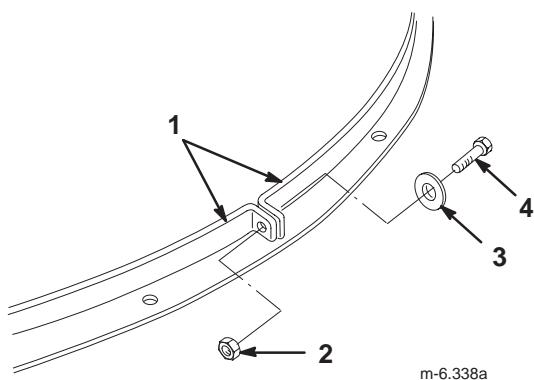

Bild 15
- Entfernen Sie die Schraube, Scheibe und Mutter, mit denen die beiden Riemenenden zusammengehalten werden (Bild 15).
- Verbinden Sie die beiden Riemenenden um die Recyclerabdeckung (siehe Bild 15).
14. Verbinden Sie die beiden Riemenenden um den Auswurfkanal (siehe Bild 15).
15. Richten Sie die Löcher in den Riemenenden aus und ziehen Sie sie mit der vorher abgenommenen Schraube, der Scheibe und der Mutter fest (Bild 15).